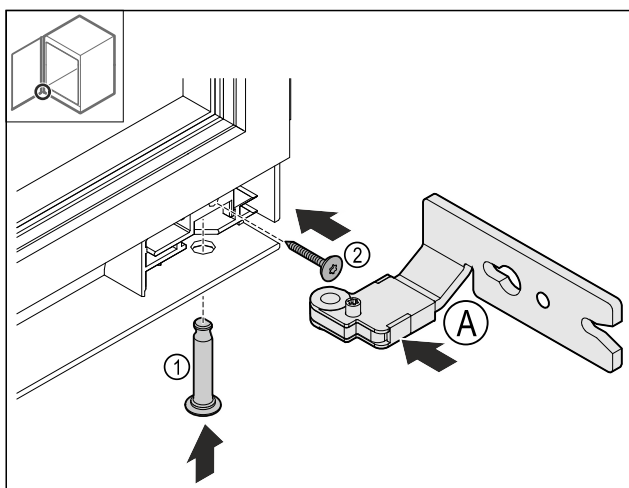

Fig. 26
- Vendosni menteshën e poshtme Fig. 26 (A).
- Futini bulonat Fig. 26 (1) dhe shtrëngojeni.
- Mbërtheni vidën Fig. 26 (2).